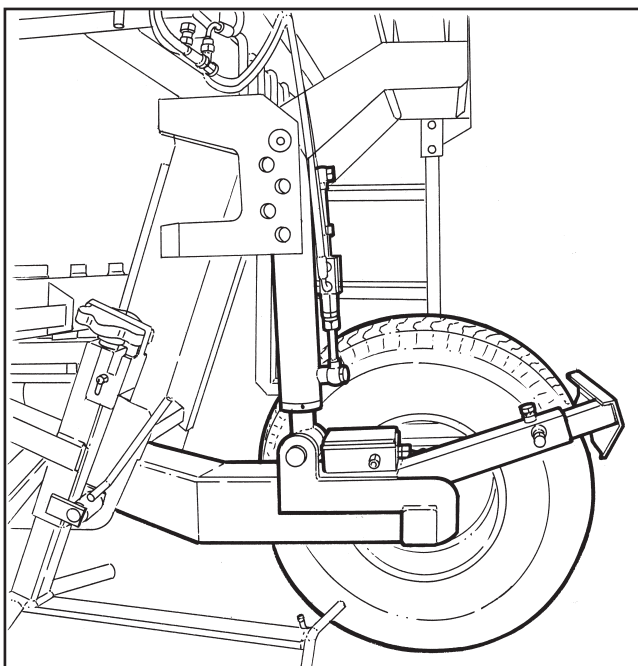

Fig. 2
- Ruote posteriori idrauliche (Fig. 2).
- Hydraulic rear wheels (Fig. 2).
- Roues arrière hydrauliques (Fig. 2).
- Ruedas posteriores hidráulicas (Fig. 2).